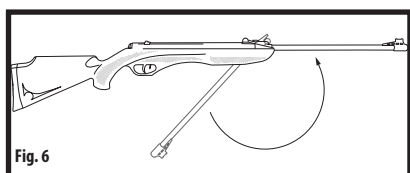

Fig. 6
- Mueva el cañón de vuelta a su posición original empujándolo hacia arriba hasta que se bloquee (Fig. 6).